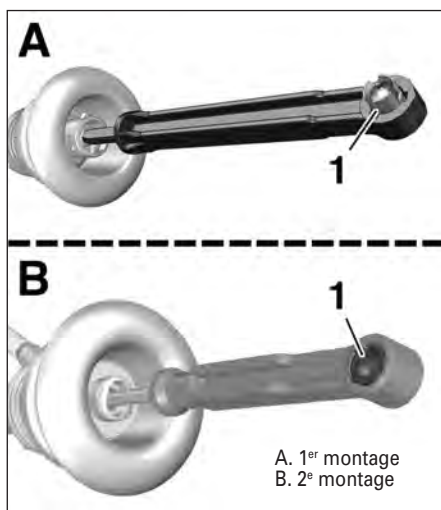

FIG.15
- Vérifier la position de l'agrafe de verrouillage (1) du cylindre émetteur (Fig.15).